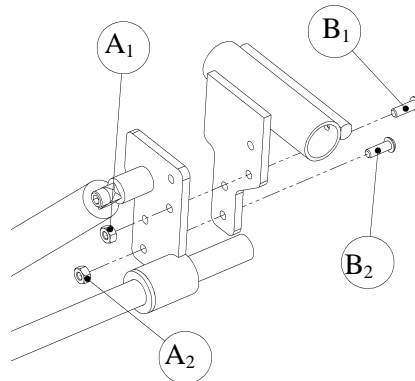

Figure 7 - Système d'ajustement en hauteur du siège
Le mécanisme de jonction (Figure 7) permet l'augmentation de la hauteur siège/sol de 2 po (5 cm) par rapport à la hauteur nominale et ce, par incrément de 1 po (2,5 cm), tel que présenté au tableau 3. Pour modifier la hauteur, les étapes suivantes doivent être réalisées :
1. Maintenir les écrous A_1 et A_2 à l'aide d'une « clé à fourche 10 mm » (figure 7);